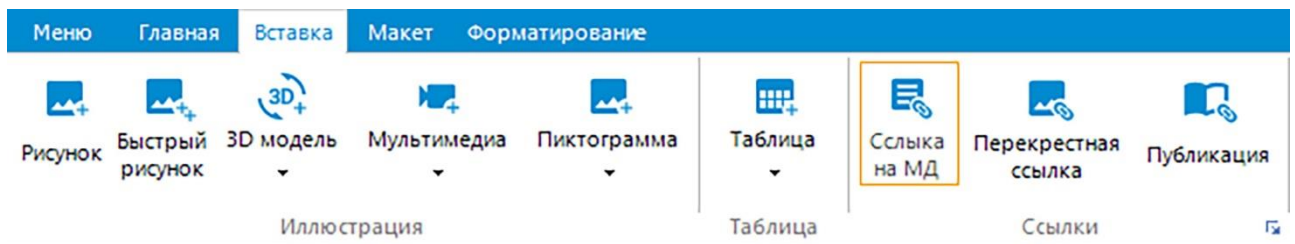
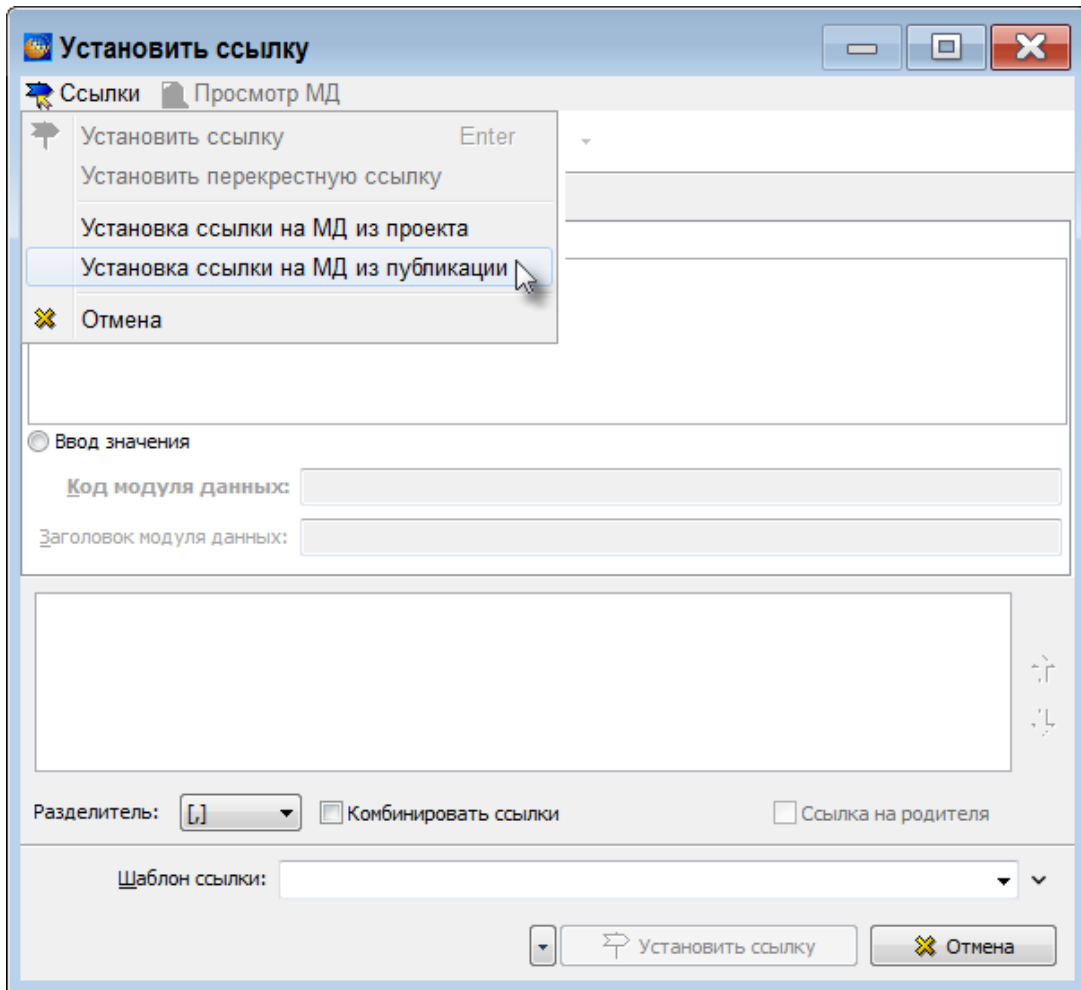
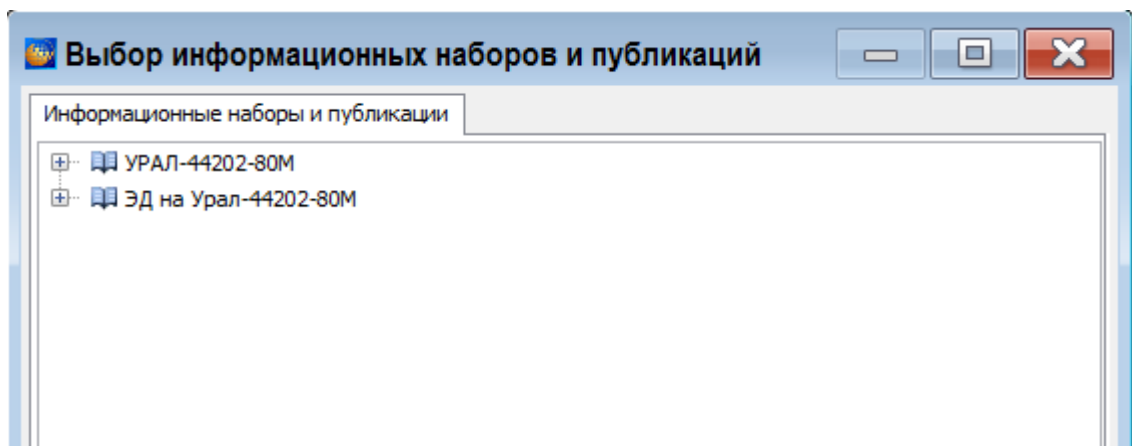

Рисунок 267
Рисунок 268
Рисунок 269
2) На инструментальной панели Вставка нажмите на кнопку **Ссылка на МД** (рисунок 267). При этом появится диалоговое окно **Установить ссылку** (рисунок 268).
3) В окне **Установить ссылку** из выпадающего списка кнопки **Ссылки** выберите пункт **Установка ссылки на МД из публикации** (рисунок 268). После этого появится окно **Выбор информационных наборов и публикаций** (рисунок 269).